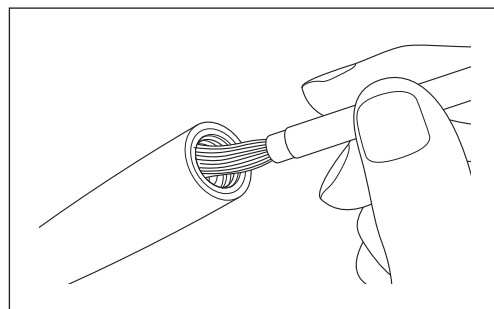

Fig. 38
- 3) Utilisez la brosse de nettoyage fournie pour éliminer la poudre de la partie interne de la zone où la pièce à main était branchée (Fig. 38).